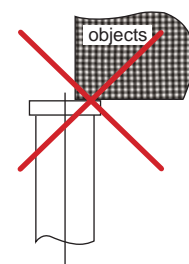

Fig. 2
- Rör aldrig säkerhetsventilen (18), den har justerats i fabrik för att förhindra överbelastning. Komponenterna 10, 11, 18, 19, 20, 21 är samtliga delar som tillhör överlastskyddet.
- Lyft aldrig på topplattans ytterkant (Fig. 2). Lasten skall alltid vara centrerad till domkraftens centrumlinje